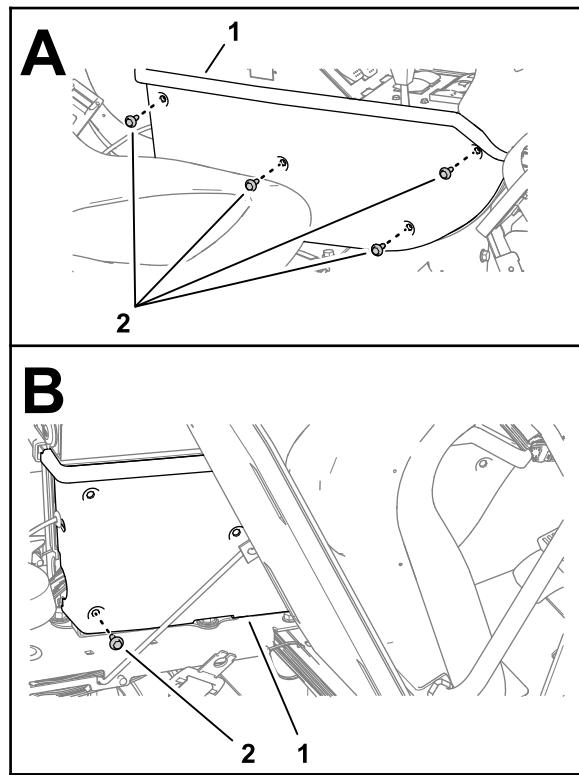

Figura 102
1. Retire los 4 tornillos con arandela prensada ($\frac{1}{4}'' \times \frac{3}{4}''$) que sujetan el panel lateral de la consola central, como se muestra en la Figura 102.
2. Incline el asiento hacia adelante y retire el tornillo con arandela prensada trasero inferior (Figura 102).